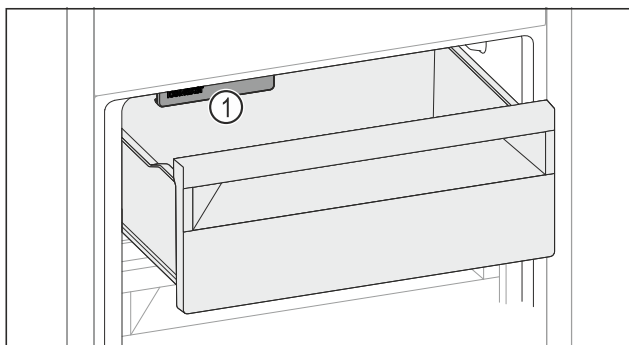

Fig. 111
- ▶ Prihliadajte na IceMaker *Fig. 111 (1)*.